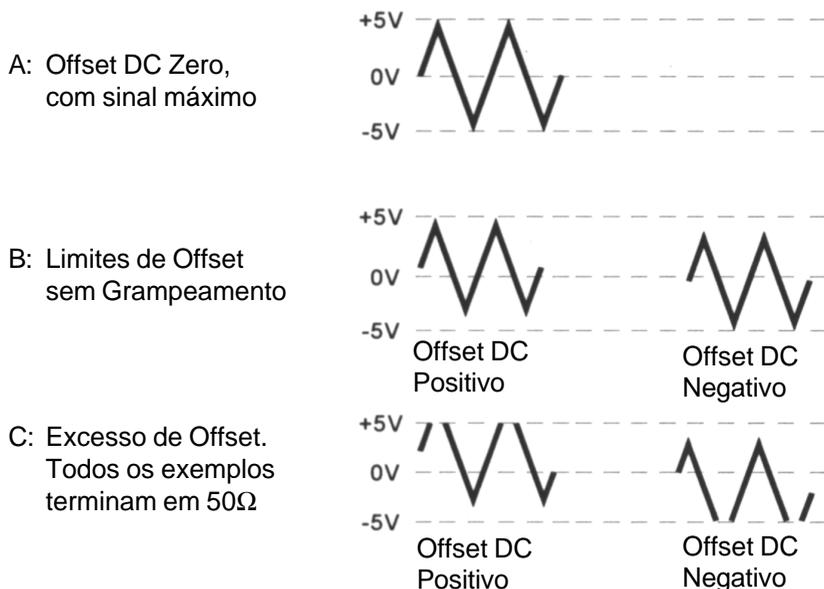

Figura 4: Uso do Controle DC OFFSET
- A. O controle DC OFFSET pode fornecer até  $\pm 10V$  em circuito aberto ou  $\pm 5V$  com carga de  $50\Omega$ . Lembre-se de que a composição do sinal AC mais o DC Offset também é limitada em  $\pm 10V$  em circuito aberto ou  $\pm 5V$  com carga de  $50\Omega$ . O grampeamento ocorre quando estes níveis limites são alcançados. A Figura 4 ilustra as várias condições de operação encontradas quando se usa o DC Offset. Se o sinal de saída desejado for alto ou se um nível alto de DC Offset for usado, um osciloscópio deve ser usado para assegurar que a combinação desejada seja obtida sem grampeamento. Manter o controle AMPL na metade inferior da faixa de ajuste reduz a probabilidade de grampeamento.